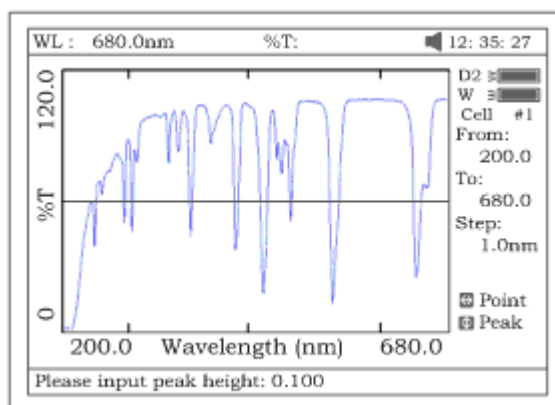
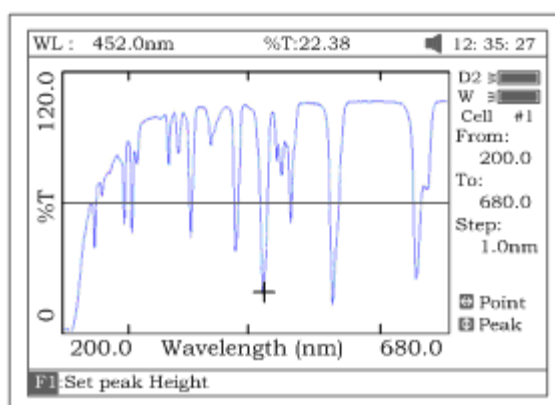

Рисунок 50
Рисунок 51
- а) Переходя от пика к пику, нажимайте клавишу **[F1]** для установки «высоты пика» и вводите значения с цифровой клавиатуры (рис.50). Нажимайте **[Л]** для поиска пика слева направо и **[V]** – для поиска справа налево. Величина каждого пика будет выводиться на экран по одному (рис.51).